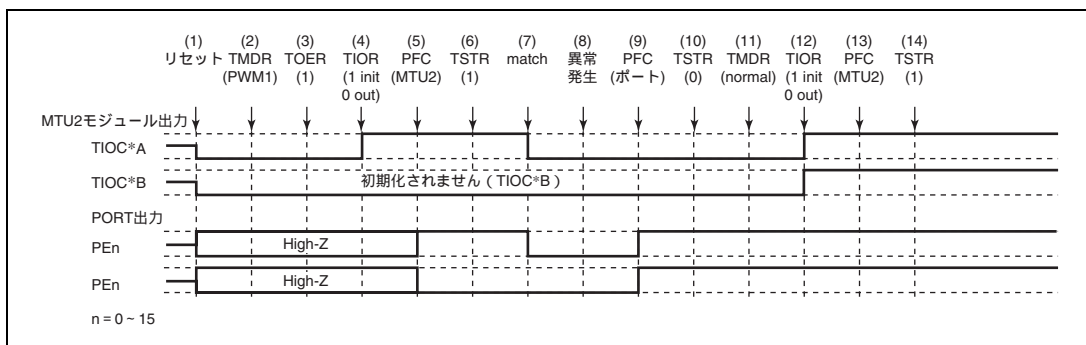

図 11.121 PWM モード 1 で異常が発生し、ノーマルモードで復帰する場合
PWM モード 1 で異常が発生し、再設定後ノーマルモードで再スタートする場合の説明図を図 11.121 に示します。
(1) ~ (10) は図 11.121 と共通です。
(11) PWM モード 1 で再スタートする場合には必要ありません。
(12) TIOR で端子を初期化してください (PWM モード 1 では TIOC*B 側は初期化されません)。
(13) 汎用入出力ポートで本モジュール出力としてください。
(14) TSTR で再スタートします。
(11) PWM モード 2 を設定します。
(12) TIOR で端子を初期化してください (PWM モード 2 では周期レジスタの端子は初期化されません)。
- (1) ~ (10) は図 11.121 と共通です。
- (11) 位相計数モードを設定します。
- (12) TIOR で端子を初期化してください。
- (13) 汎用入出力ポートで本モジュール出力としてください。
- (14) TSTR で再スタートします。
(11) 波形生成部の初期化のためノーマルモードを設定してください。
(12) TIOR で PWM モード 1 の波形生成部を初期化してください。
(13) TIOR で PWM モード 1 の波形生成部の動作を禁止してください。
(14) TOER でチャンネル 3、4 の出力を禁止してください。
(15) TOCR で相補 PWM の出力レベルと周期出力の許可禁止を選択してください。
(16) 相補 PWM を設定します。
(17) TOER でチャンネル 3、4 の出力を許可してください。
(18) 汎用入出力ポートで本モジュール出力としてください。
(19) TSTR で再スタートします。